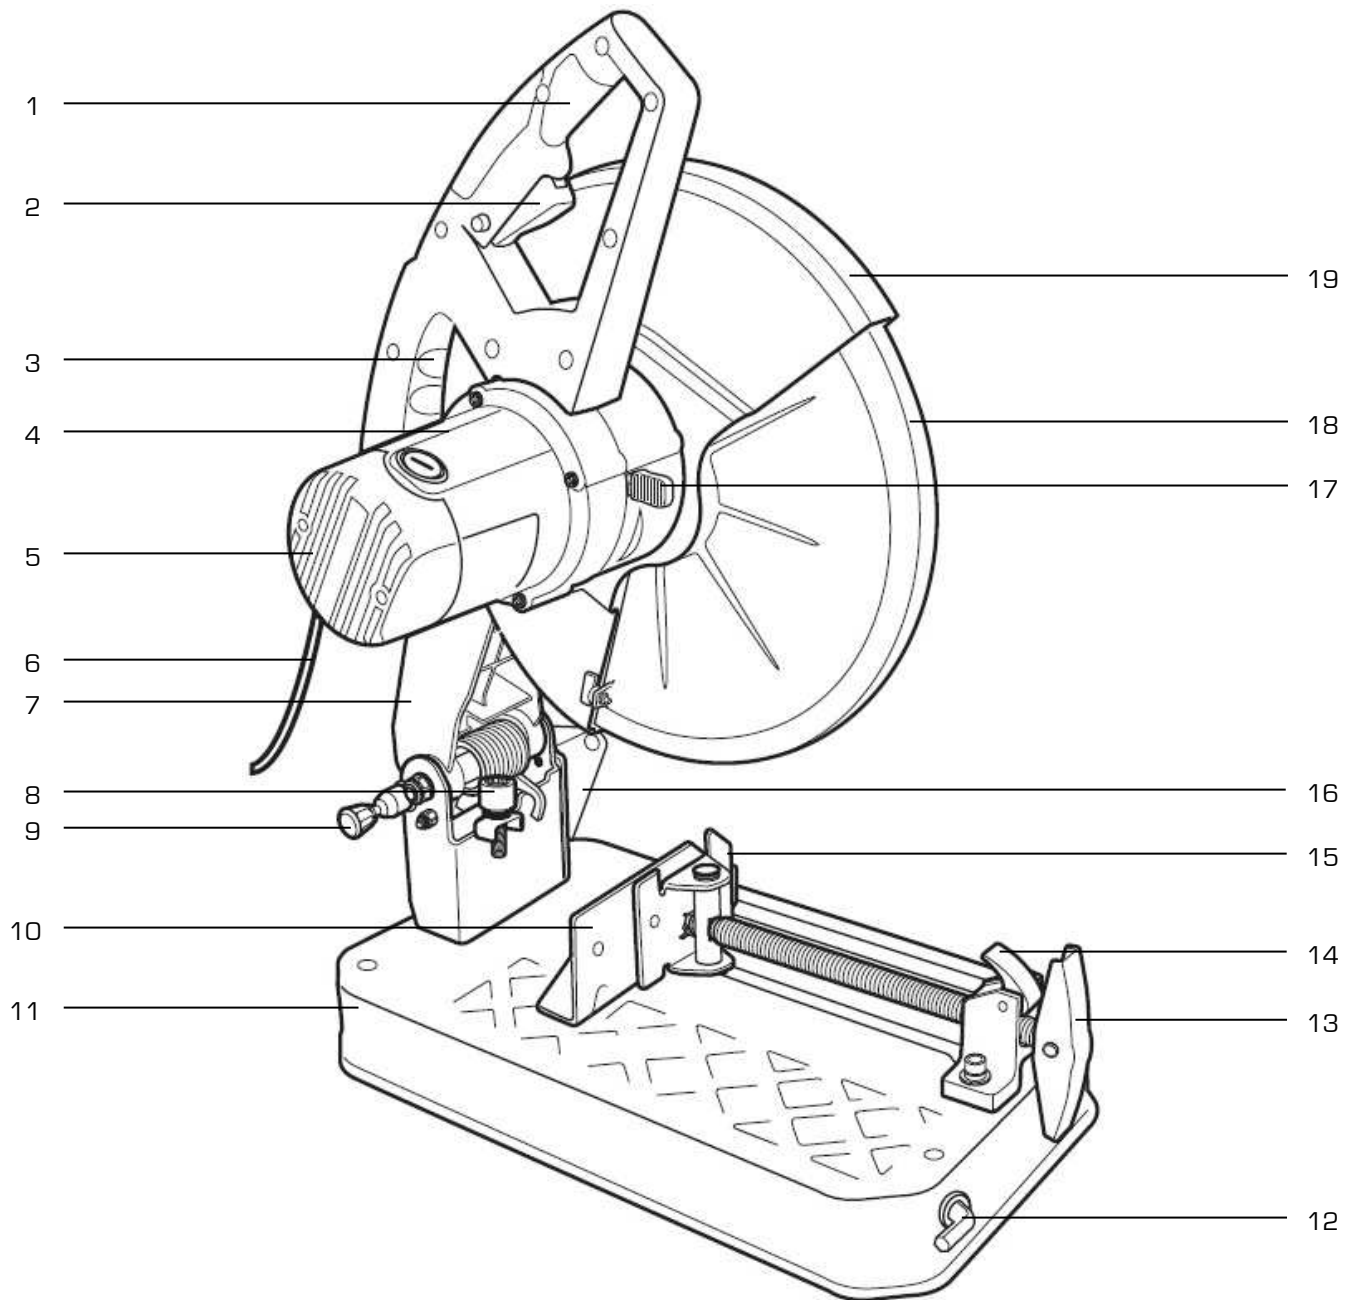

Figure 1
1. Guider la tête de coupe vers le bas en appuyant sur la poignée de coupe (A) vers le bas.
2. Une fois la position la plus basse atteinte, pousser la poignée de blocage (B) pour verrouiller la tête en position. S'assurer que la tête de coupe est correctement bloquée avant de relâcher la poignée de coupe (A).
Ne transporter la machine qu'avec sa poignée de transport (3 fig.1). Ne jamais essayer d'utiliser la poignée de coupe (A).
Avant tout raccordement de la machine, s'assurer que l'interrupteur « MARCHÉ/ARRET » (2 fig.1) n'est pas enclenché.
Effectuer le raccordement électrique au moyen du câble d'alimentation de la machine (6 fig.1).